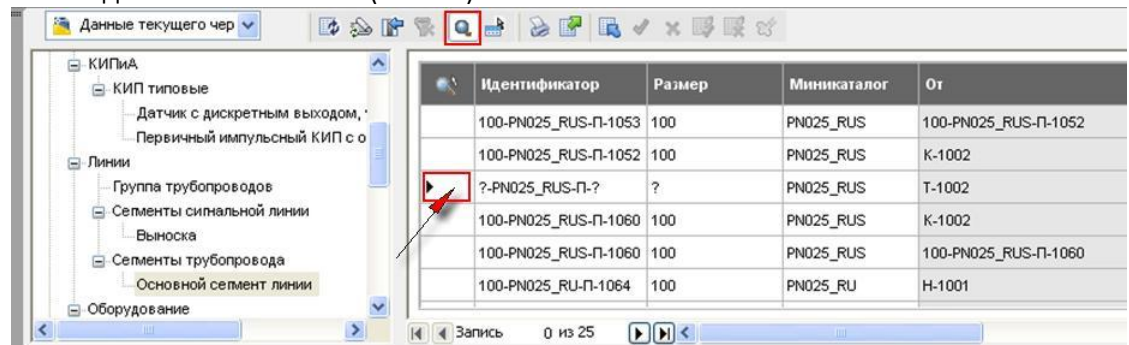

Рис. 32
- Найдите в **Диспетчере данных** линию с идентификатором ?-PN025_RUS-П-?. Чтобы быстро найти эту линию в чертеже, кликните левой кнопкой мышки по самому левому полю в **Диспетчере данных**. При этом кнопка **Включить зуммирование**  должна быть нажата (Рис. 32).